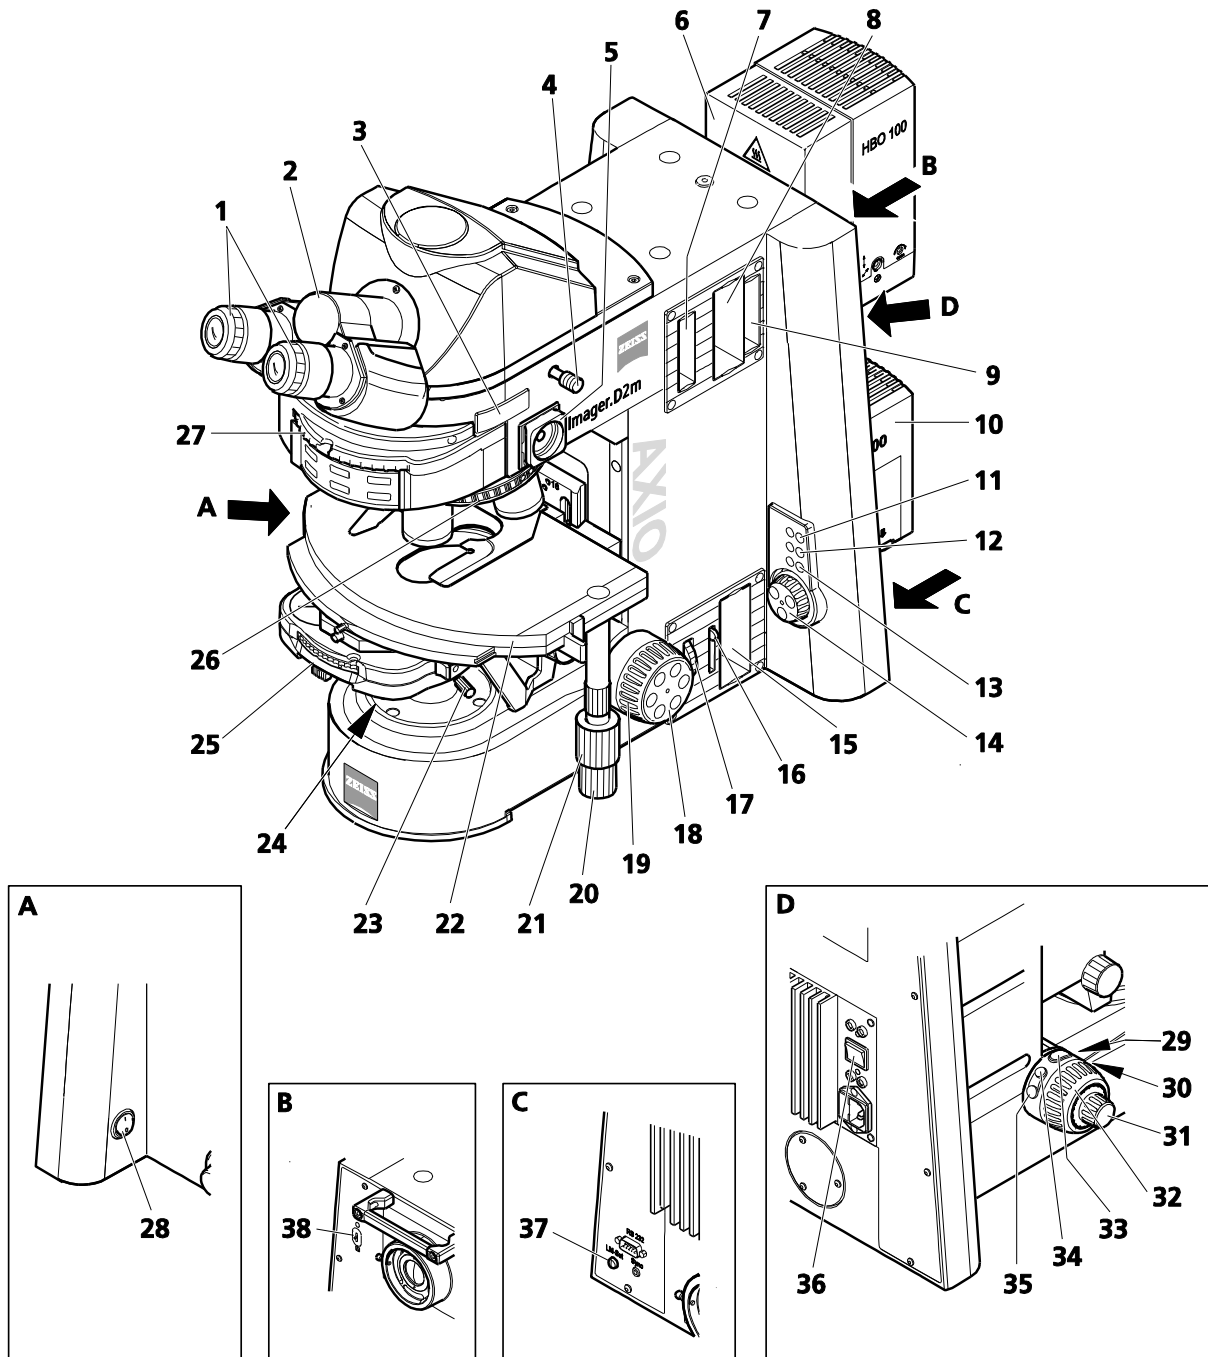

Fig. 76 Axio Imager 2, codé, commandes de fonctionnement et des fonctions
Légende pour Fig. 76 :
Oculaires (Fig. 76/1)
Tubes binoculaires (Fig. 76/2)
Emplacement pour curseur d'analyseur (Fig. 76/3)
Tige va-et-vient pour déviation de la trajectoire de la caméra, à gauche (Fig. 76/4)
Aide au réglage pour les dispositifs d'éclairage HBO / XBO (Fig. 76/5)
Emplacement F pour curseur de butée (Fig. 76/7) avec diaphragme de champ lumineux centrable
Emplacement pour roue à filtres double, distincte (Fig. 76/8)
Emplacement pour atténuateur FL, distinct (Fig. 76/9)
Bouton RL - Marche / arrêt de l'obturateur de lumière réfléchie (Fig. 76/11) avec LED de surveillance
- Ouvre ou bloque à tour de rôle le trajet de la lumière réfléchie ; la fonction correspond à la Fig. 76/30.
Bouton 3200K - Marche / arrêt température chromatique 3 200 K (Fig. 76/12) avec LED de surveillance
Bouton TL – Marche / arrêt obturateur de lumière transmise (Fig. 76/13)
- Ouvre ou bloque à tour de rôle le trajet de la lumière transmise ; la fonction correspond à la Fig. 76/29.
Commande d'intensité lumineuse (Fig. 76/14)
- Permet de régler la tension d'alimentation en courant continu du dispositif d'éclairage halogène dans la plage d'environ 1,8 à 12 V ; la fonction correspond aux Fig. 76/34 et 35.
Emplacement pour roue à filtres double, distincte (Fig. 76/15)
Levier pour disque de diffusion de lumière transmise (Fig. 76/16)
Molette de commande pour diaphragme de champ lumineux (Fig. 76/17)
Commande de mise au point : commande de mise au point précise (Fig. 76/18), côté droit
Commande de mise au point – Commande de mise au point rapide (Fig. 76/19), côté droit